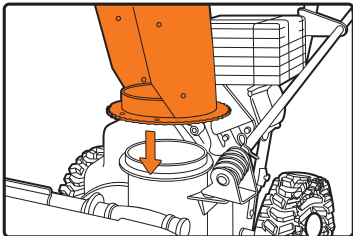

Рис. 11
- Установите желоб на отверстие выброса снега (рис. 11)